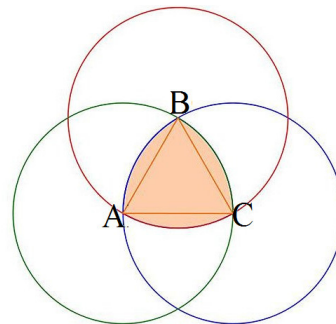

Рис. 4
5. Область пересечения трех кругов, а так же негладкая замкнутая кривая ABC – треугольник Рёло (рис. 4).